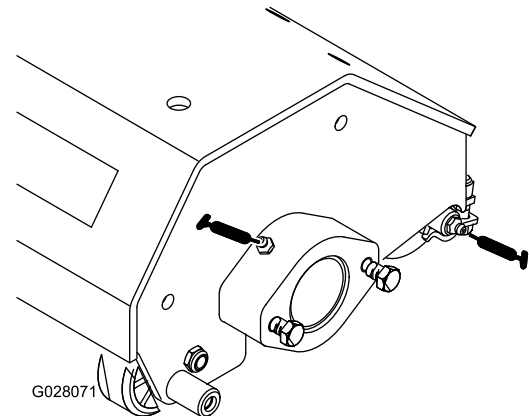

Figura 12
2. Aplique grasa a los cojinetes del rodillo triple y a los cojinetes del rodillo trasero (Figura 12) hasta que note presión.